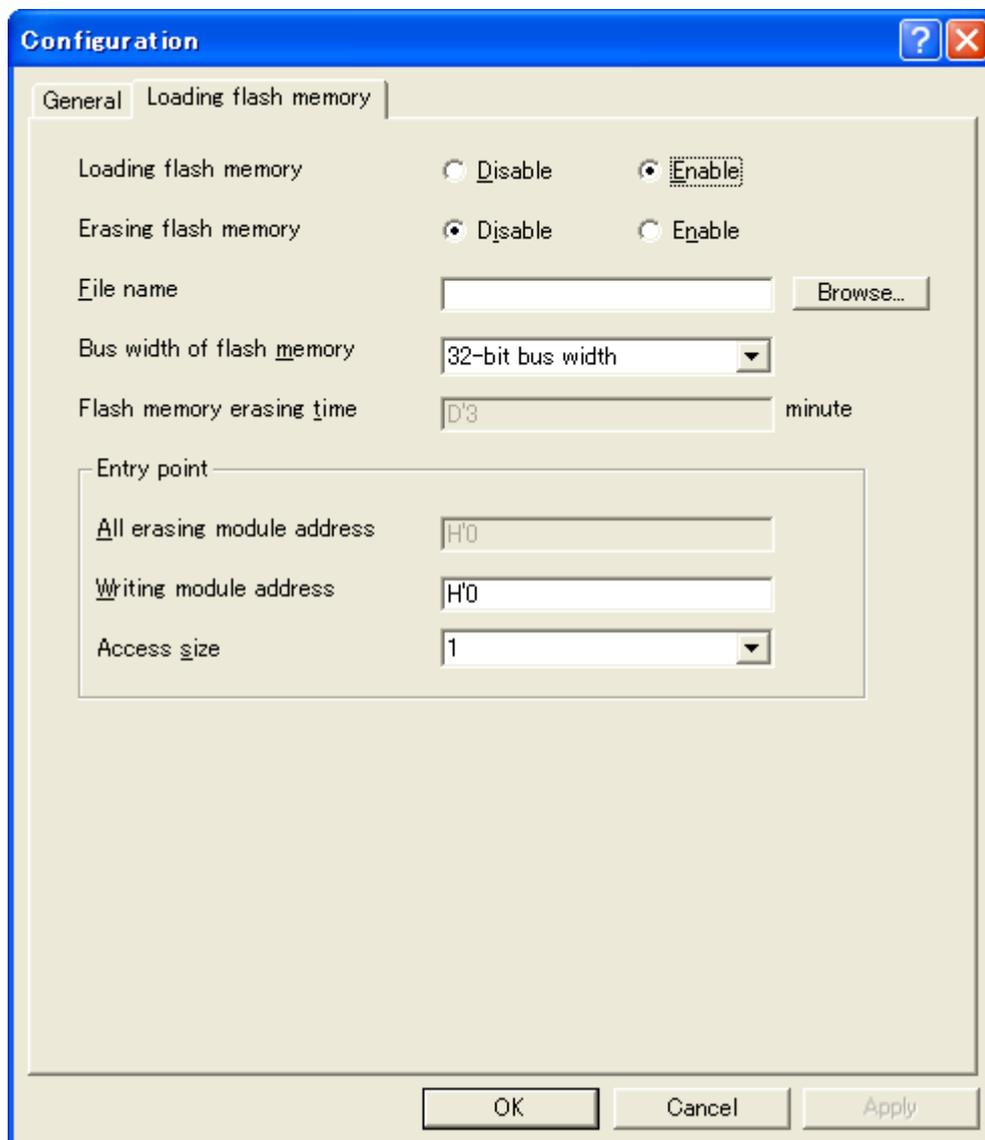

图 6.65 [Loading flash memory] 页
2. 在使用 SH7047F、SH7144F、SH7145F 时，不能使用本功能对于本器件，不显示“图 6.65 [Loading flash memory] 页”。